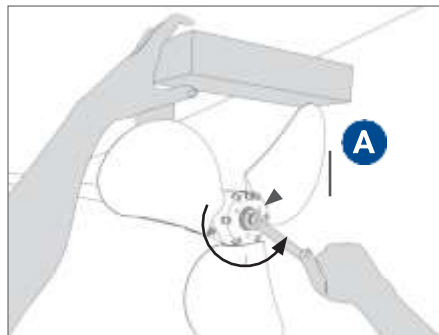
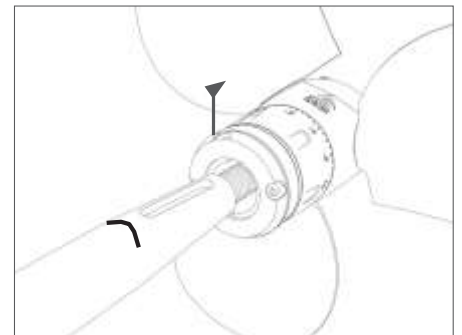

FIG. 10 Svitare dado di serraggio
FIG. 11 Estrarre l'elica dall'asse
- Svitare il dado di serraggio **A** (**Fig. 10**) ed estrarre l'elica (**Fig. 11**).